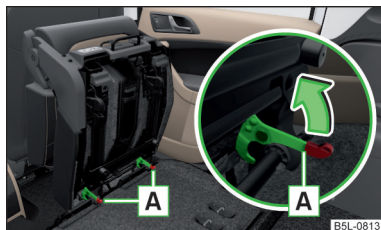

Fig. 65
- › Blocați scaunul la capătul ghidajului prin apăsarea elementelor de blocare **A** în sensul săgeții » fig. 65.
- › Dacă scaunul este demontat, acesta trebuie așezat mai întâi în ghidaje și apoi blocat **A** » fig. 65 la pagina 77 cu elementele de blocare scaun. Trăgând în sus de scaun, asigurați-vă că acesta este blocat corespunzător.